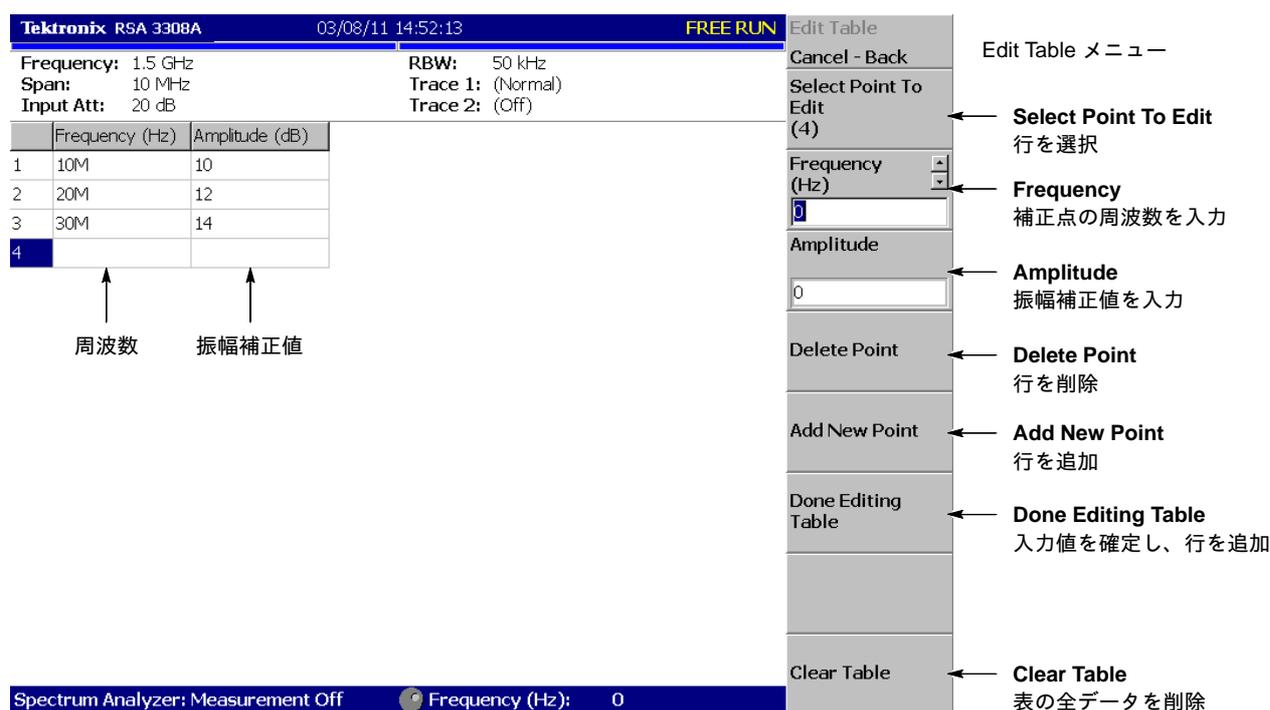

図 4-11 : 振幅補正データの入力
5. **新規に補正データを入力する場合** (図 4-11)